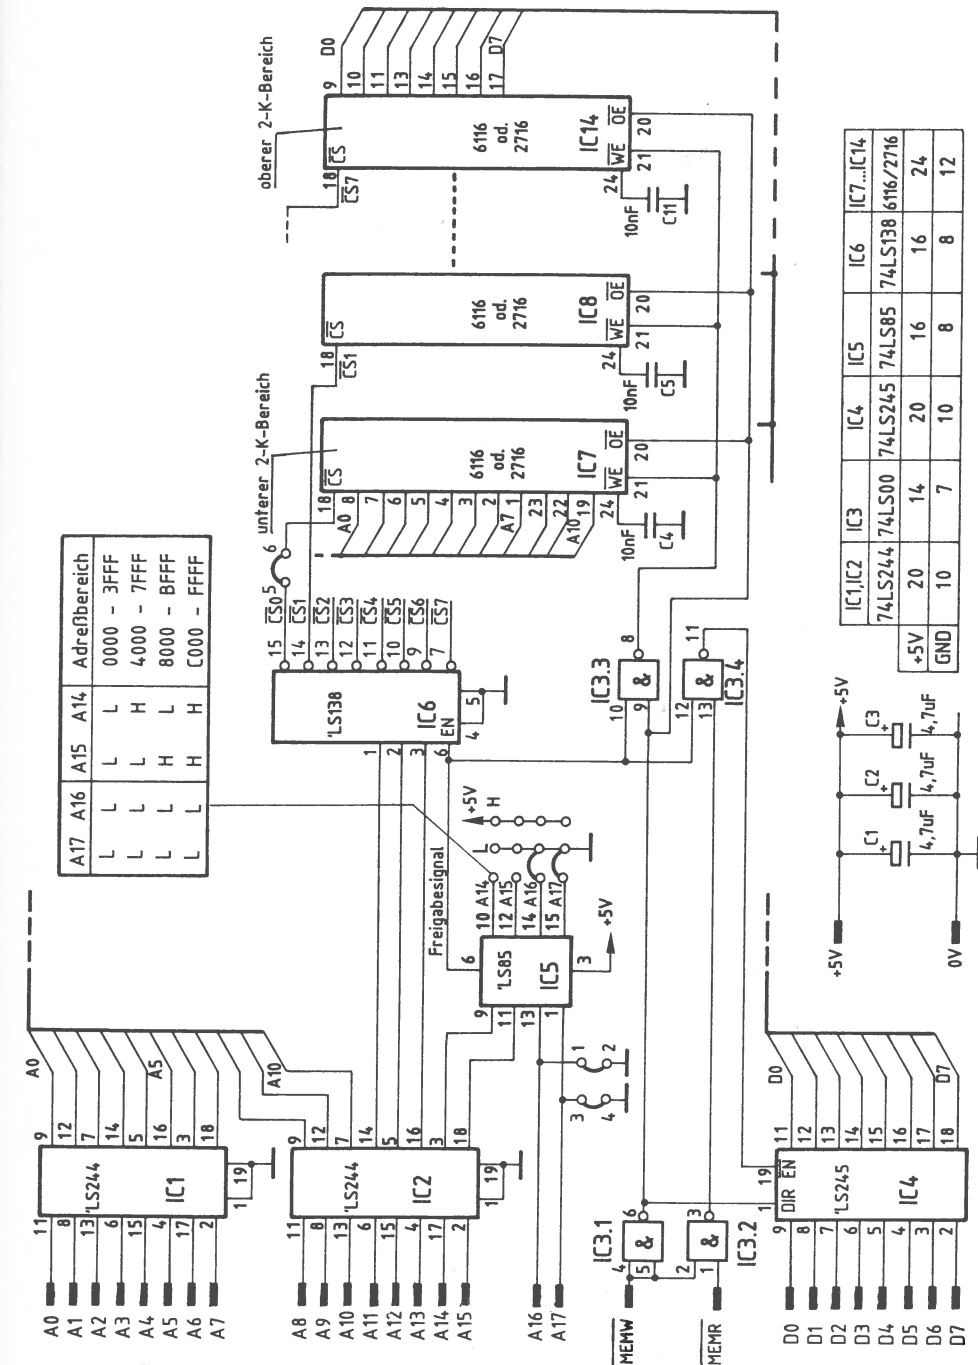

Bild 35: Der Stromlaufplan der 16-K-RAM/EPROM-Baugruppe.
Bild 35 zeigt den Stromlaufplan der Baugruppe. Sie sollten diesen Plan bei allen folgenden Erklärungen mitbenutzen.
Der 1-aus-8-Decoder 74LS138 (Bild 35) dient zur Auswahl der Speicherbausteine. Er decodiert die Adreßsignale A11... A13. Sein Enable-Eingang (EN) wird vom Freigabesignal des 4-Bit-Komparators 74LS85 aktiviert.
Mit Hilfe der Speicher-Steuereingänge \overline{CS} , \overline{WE} und \overline{OE} (siehe Bild 35) werden die Speicher gelesen (EPROM) bzw. gelesen oder beschrieben (RAM) oder auch gesperrt. Die hierzu an den Steuereingängen erforderlichen Pegel können Sie Bild 37 entnehmen. Von den fünf dargestellten Signalkombinationen kommen im hier betrachteten System nur die Kombinationen 2, 3 und 5 vor.